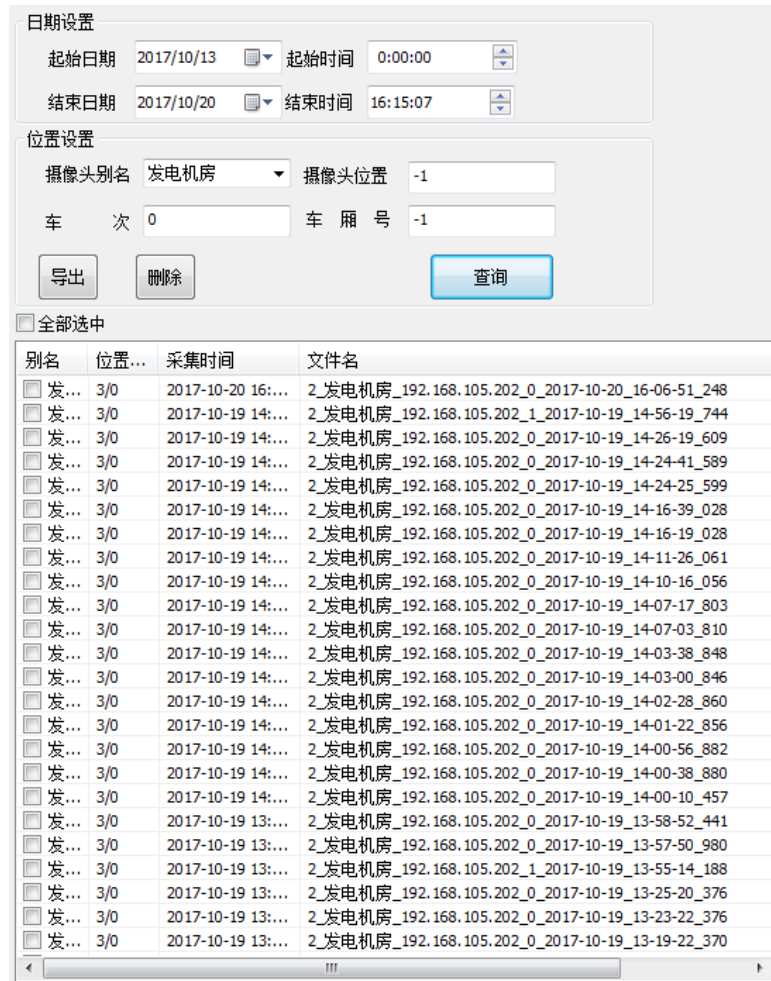

图 4-48 文件列表
(1) 点击“日期设置”区域，选择设置“起始日期”和“结束日期”的时间点进行查询。
(2) 点击“位置设置”区域，选择设置“摄像头别名”和“摄像头位置”等信息进行查询。
(3) 点击 ，将显示所选择通道的录像文件查询结果，文件将以所选择的通道，每 30 分钟为分段，进行显示，如图 4-48 所示：